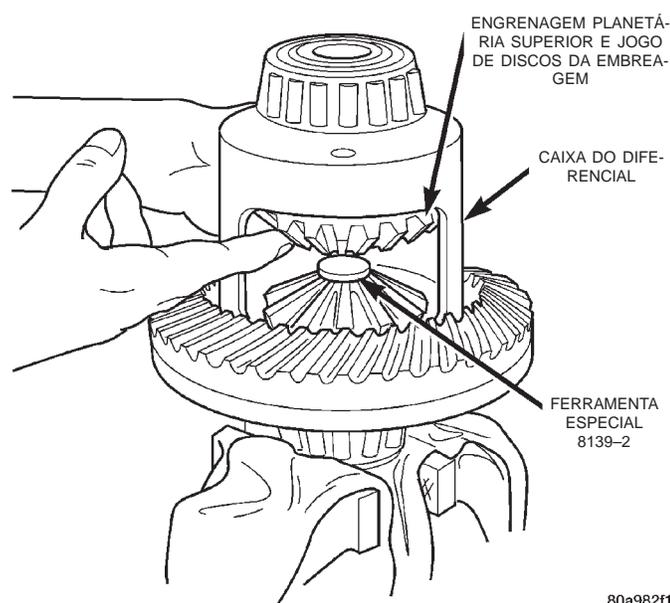

Fig. 66 Engrenagem Planetária Superior e Instalação do Jogo de Discos da Embreagem
(4) Posicione a caixa do diferencial na Ferramenta de Suporte da Engrenagem Planetária 8136.
(5) Instale Placa de Graduação 8139-2 lubrificada na engrenagem planetária inferior (Fig. 66).
(6) Instale a engrenagem planetária superior e o jogo de discos da embreagem (Fig. 66).